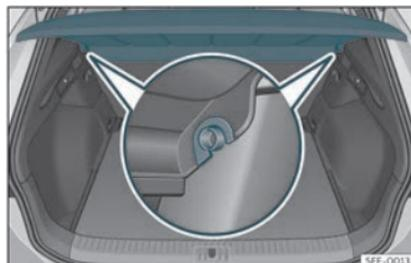

Fig. 110 Dans le coffre à bagages : dépose et repose de la plage arrière.
- Dégagez la plage arrière des supports latéraux >>> fig. 110 en la tirant vers le haut puis en la détachant.
- Introduisez la plage arrière horizontalement en faisant coïncider la « forme en U » sur l'axe des supports >>> fig. 110, et appuyez vers le bas jusqu'à ce qu'elle s'encastre.